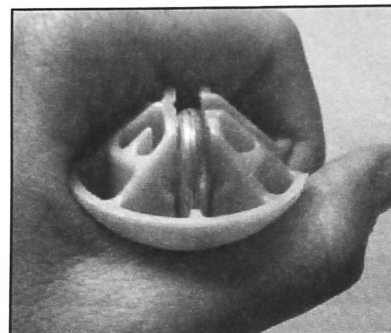

FIGURE 5
6. Maintenir la tige de suspension amortie d'une main et de l'autre, faire coulisser la butée hémisphérique de suspension vers le haut. Lorsque la tige s'emboîte complètement dans la butée hémisphérique de suspension, un déclic confirme que l'emboîtement est correct. Voir la *Figure 5*.